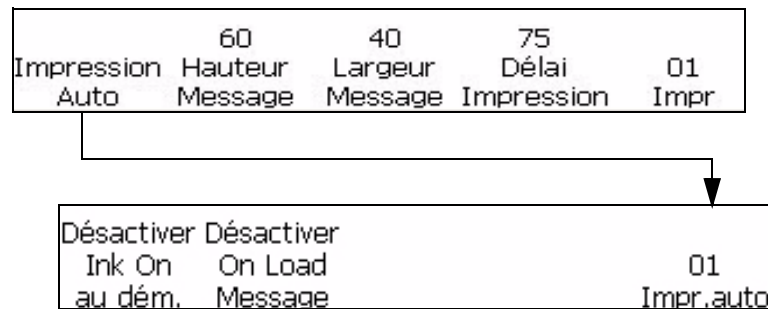

Figure 4-11: Impression automatique
- 1 Naviguez jusqu'à la fenêtre <01 Impression auto> (01 Editer > 02 Editer > 03 Editer > 04 Editer - Config. Imprimante > 01 Imprimer > 01 Impression auto). Voir Figure 4-11.